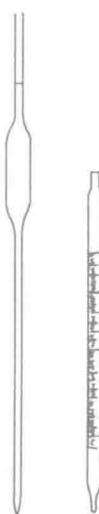

图 2-6 移液管
3. 移液管 移液管是用于准确移取一定体积液体的容量器皿。其上部有一环形标线，下端有一拉尖的出口，膨大部分的中央刻有数字，标明它的容积和规定该容积的温度。常用移液管有 5ml、10ml、20ml、50ml 等规格(图 2-6)。